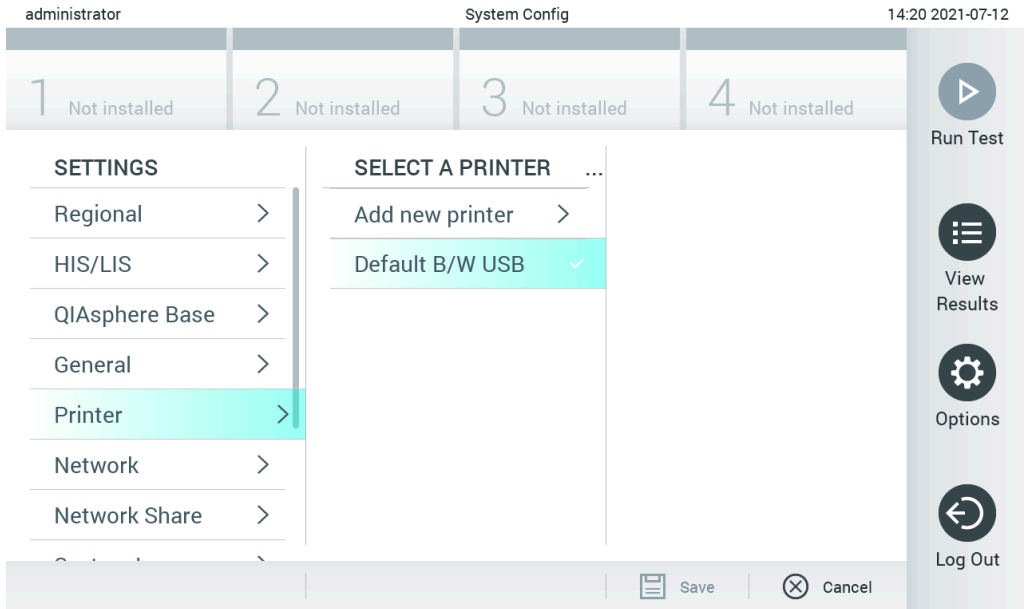

图 100. 使用默认驱动程序安装打印机
2. 选择名称为 Default B/W USB 的默认打印机（图 100）